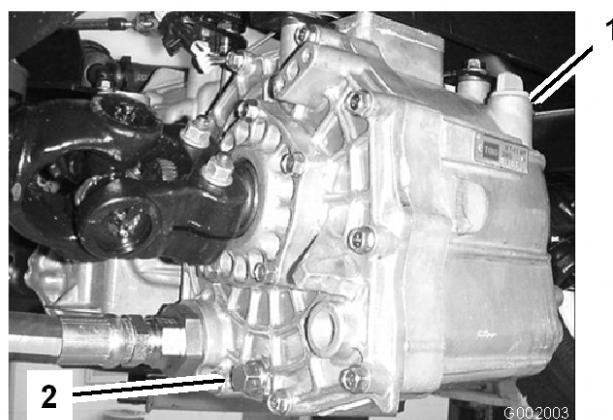

Figura 65
3. Retire o bujão de escoamento da parte lateral do reservatório e deixe o fluido hidráulico escorrer para o recipiente (Figura 65).